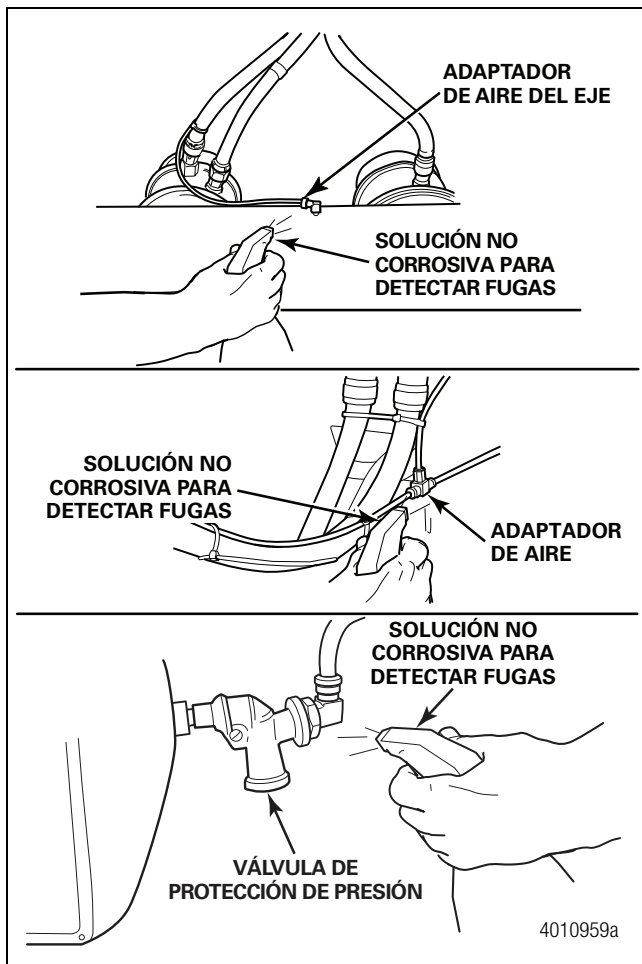
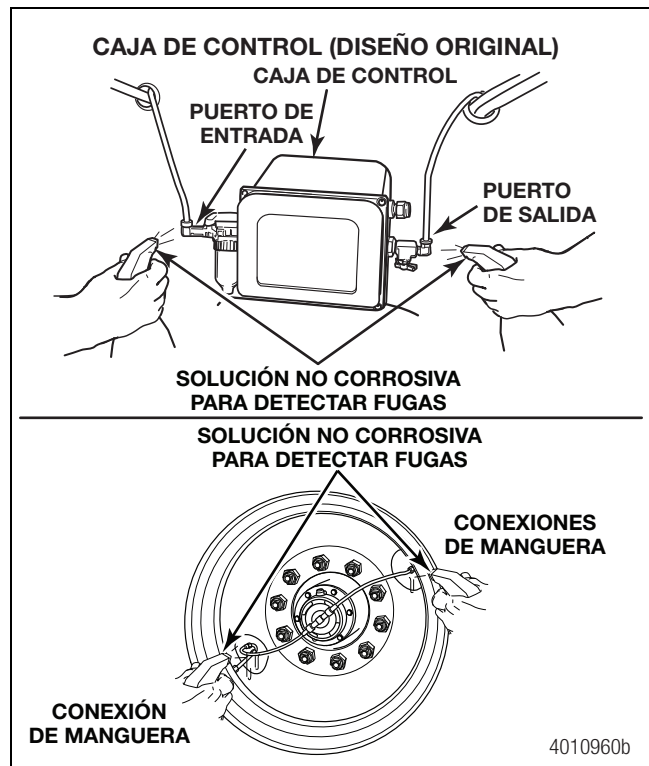
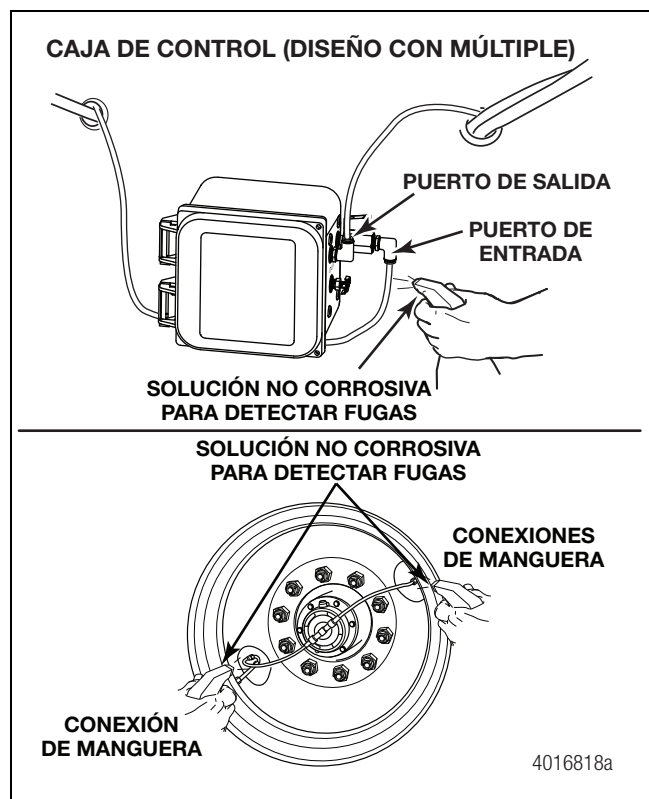

Figura 3.30
Figura 3.31
Figura 3.32
1. Pruebe el sistema de inflado de neumáticos en busca de fugas de aire. Rocíe una solución no corrosiva para detectar fugas sobre todos los adaptadores y las conexiones de mangueras para detectar fugas. Figura 3.30, Figura 3.31 y Figura 3.32.